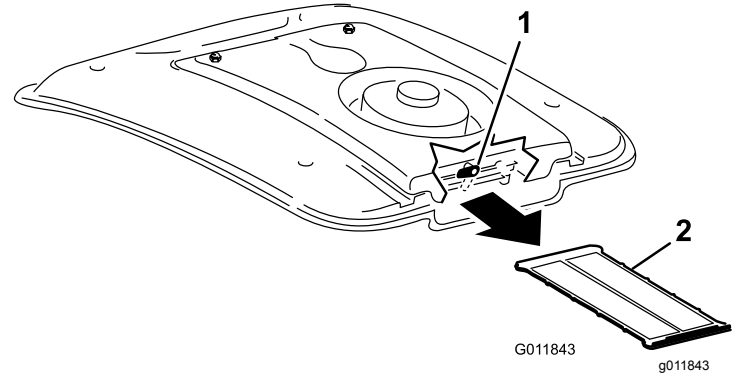

Bild 115
2. Drehen Sie den Riegel hinten an der Lüfterbefestigung zur Seite (Bild 115).
3. Schieben Sie das Klimaanlagegitter unter der Klimaanlage-spule heraus (Bild 115).
4. Reinigen Sie das Gitter gründlich mit Druckluft (Bild 115).